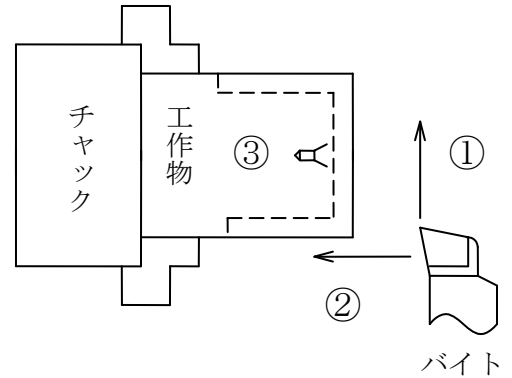

図7・4
① 工作物の端面加工
[図7・4 ①]
② 工作物の外径加工
[図7・4 ②]